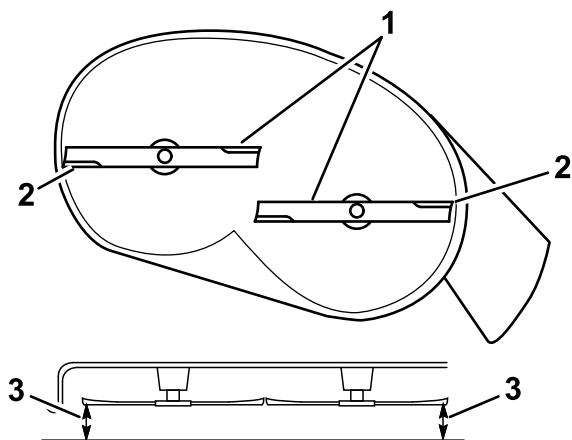

図 58
5. 左右の外側の刃先と平らな床面との距離を測定する 図 58。